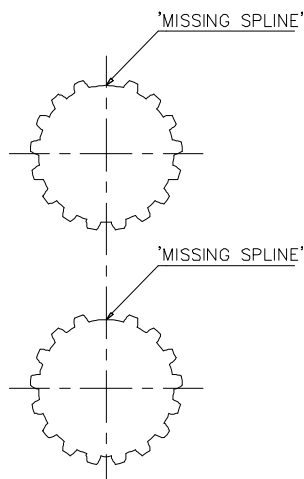

Fig 36 Splines.
- Vrid axlarna (5.01 och 5.02) så att de utelämnade splinsen kommer rakt uppåt, se Fig 36.